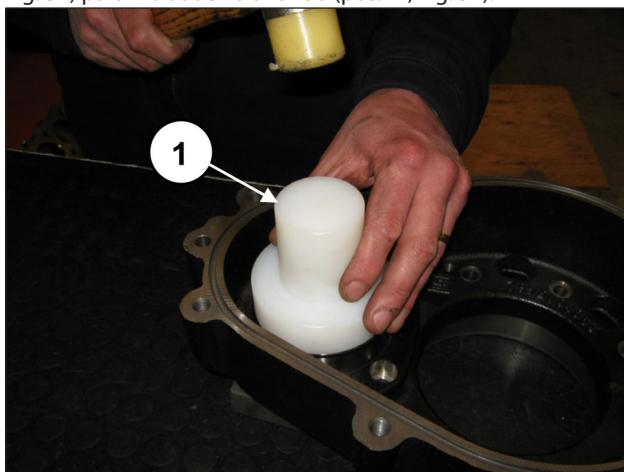
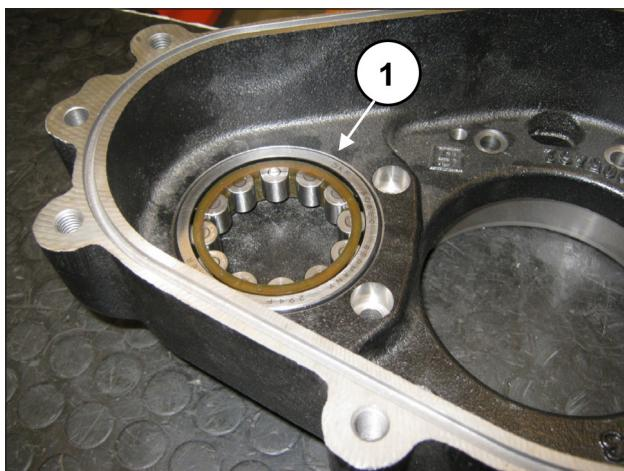

Fig. 51
Fig. 52
Premonstrar la anilla externa del cojinete del piñón en la caja del reduktor utilizando la herramienta cód. 27604900, (pos. ①, Fig. 51) para introducirla a fondo (pos. ①, Fig. 52).